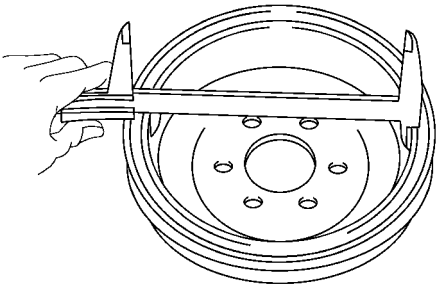

图 15-115 检查制动蹄和鼓之间的间隙
(10) 检查制动蹄和鼓之间的间隙。拆下制动鼓，测量制动鼓的内径和制动蹄的直径，计算两个测量值之间的差以获得正确的制动蹄间隙，如图 15-115 所示。